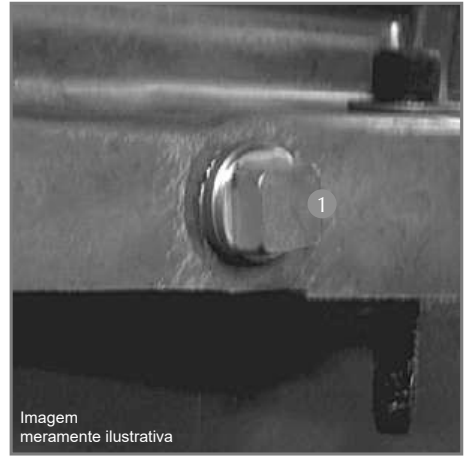

Figura 10
- ✓ Como indica la Figura 10, retire el tapón de drenaje (1) de aceite con cuidado para evitar posibles accidentes, como una quemadura.